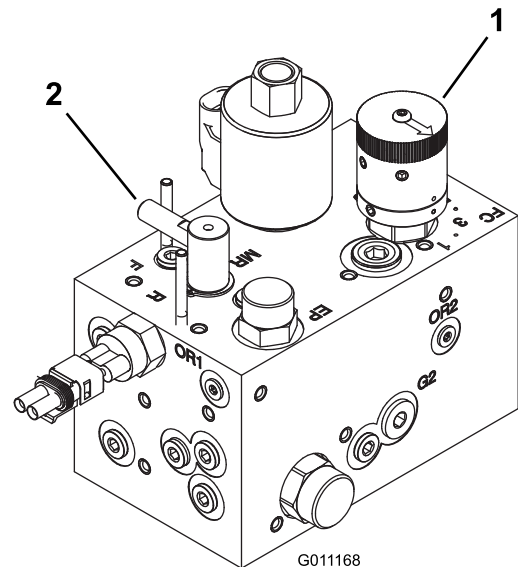

图76
- 将倒磨控制装置旋转至倒磨位置（R）。将滚刀速度控制装置旋转至位置 1（图76）。